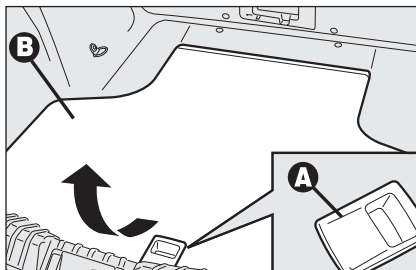
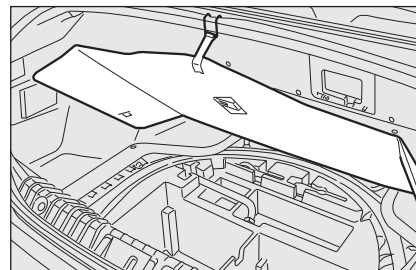

fig. 2
fig. 3
- à l'aide de la poignée **A-fig. 2**, soulever le revêtement rigide **B** et le fixer comme illustré sur la **fig. 3**;